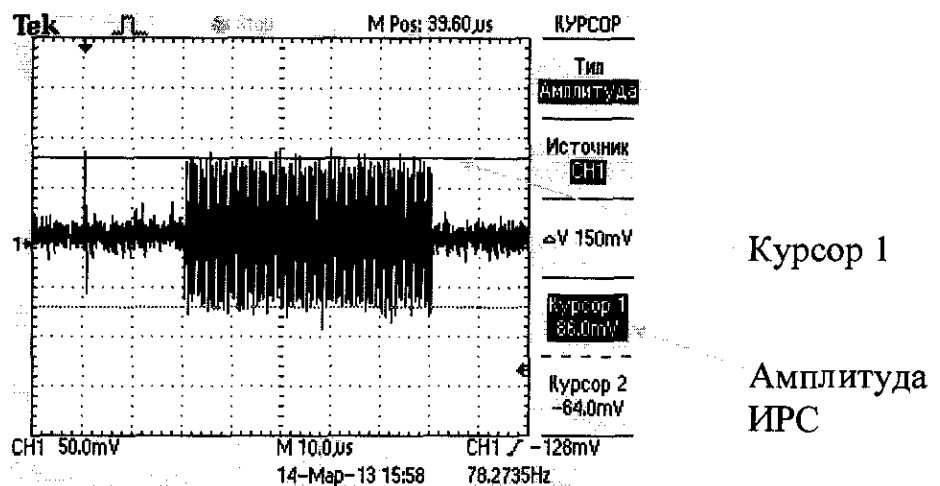

Рисунок 5 – Вид ИРС на экране осциллографа
8.4.6 На экране осциллографа измерить амплитуду ИРС (см. рис. 5). Она должна быть не более 170 мВ.